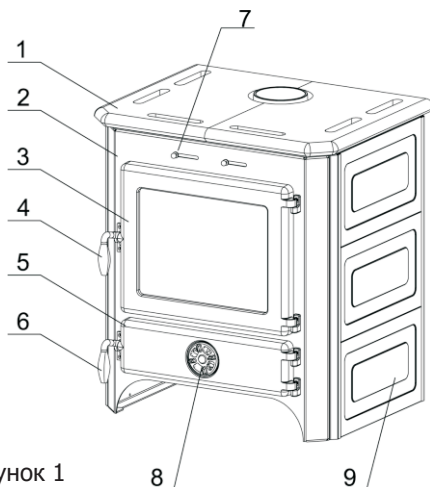

Рисунок 1
Дверца топочной камеры (рисунок 1, позиция 3) - чугунная и оснащена термостойким стеклом, дверца зольного ящика (рисунок 1, позиция 5) - чугунная с регулятором подачи первичного воздуха (воздушная заслонка, регулирующая интенсивность горения топлива) (рисунок 1, позиция 8).
Боковые стороны сделаны в двух вариантах: камень или эмалированная сталь (рисунок 1, позиция 9).
**Составные элементы печи (Рисунок 1):**
- дверцу зольного ящика оставьте открытым до появления стабильного огня, после закрытия интенсивность горения регулируйте с помощью регулятора подачи воздуха (рисунок 1, позиция 3);
Регулятором первичного воздуха в печи Вы регулируете температуру, мощность и скорость сгорания топлива (Рисунок 1, позиция 8 ). Регулятор вторичного воздуха предназначен для ускорения процесса сгорания топлива, и чтобы стекло дверцы топочной камеры оставалось чистым. Комбинированием первичного воздуха находится на дверце зольного ящика и вторичного (задвижка находится над дверцей топочной камеры, (рисунок 1, позиция 7), достигается желаемая интенсивность горения.